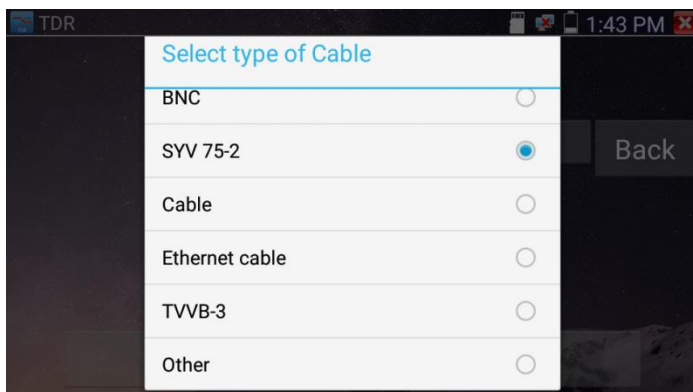

Рис. 110 Выбор типа для тестируемого кабеля
2. В строке «Тип кабеля» (Type) выберите тип кабеля. Например для коаксиального кабеля этот параметр будет SYV 75-2, рис. 110